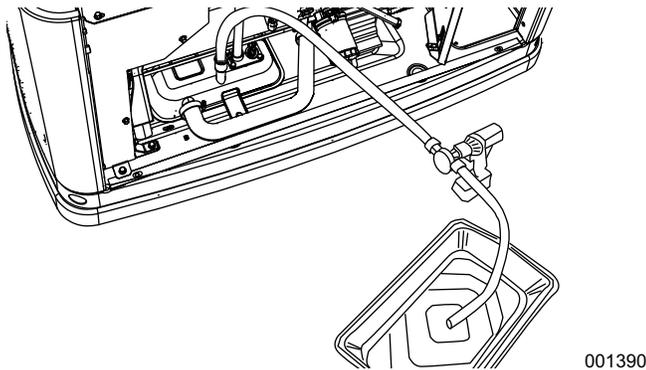

Figure 4-8. Drainage dans le réservoir de récupération d'huile
11. Voir la **Figure 4-8**. Insérez l'extrémité libre du tuyau ½ po dans un récipient de récupération d'huile approprié. Vérifiez qu'il n'y a pas de plis ou d'obstructions dans l'un ou l'autre des tuyaux.